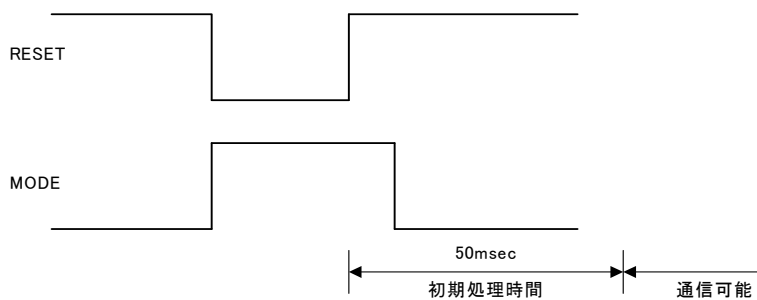

図 6 RESET 時の初期化タイミング
- 3) RESET端子に制御信号を入力した場合についても、RESET解除後、約 50msec後のタイミングで可能になります(図 6)。